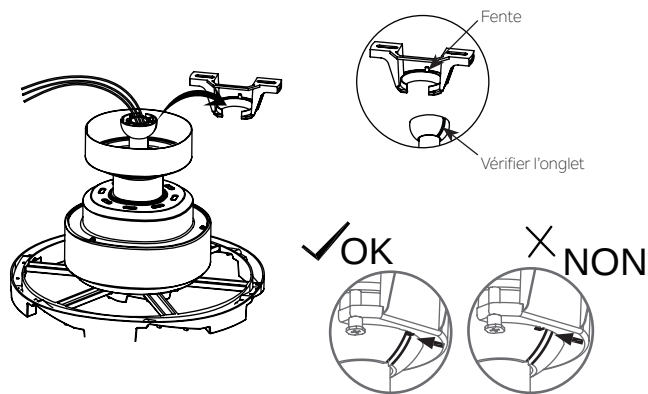

Fig. 12
Étape 7. Soulevez maintenant le corps du moteur en position et placez la boule de suspension dans le support de montage. Tournez jusqu'à ce que la "Vérifier l'onglet" soit tombée dans la "Fente" et qu'elle s'enclenche fermement. (Fig. 12) Le corps du moteur ne doit pas tourner si cela est fait correctement.